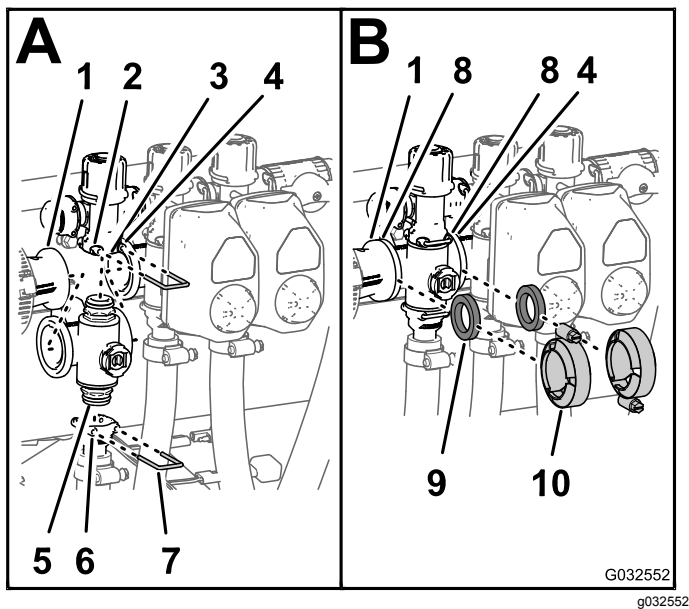

Bild 110
1. Setzen Sie das obere Endkappen-Anschlussstück des Verteilerventils in das Anschlussstück des Sicherheitsventils ein (A in Bild 110).
2. Stecken Sie einen Halter in die Buchse des Anschlussstückes des Sicherheitsventils, um das Endkappen-Anschlussstück am Anschlussstück des Sicherheitsventils zu befestigen (A in Bild 110).
3. Montieren Sie das Auslaufanschlussstück am unteren Endkappen-Anschlussstück des Verteilerventils (A in Bild 110).
4. Stecken Sie einen Halter in den Sockel des Auslaufanschlussstückes, um das Endkappen-Anschlussstück am Auslaufanschlussstück zu befestigen (A in Bild 110).
5. Fluchten Sie eine Dichtung zwischen den Flanschen der Reduzierkupplung und dem Abschnittventilverteiler aus (B in Bild 110).
6. Montieren Sie die Reduzierkupplung, die Dichtung und den Abschnittventilverteiler mit einer Klemme und ziehen sie mit der Hand an (B in Bild 110).
danebenliegenden Abschnittventilverteiler aus (B in Bild 110).
8. Montieren Sie die zwei danebenliegenden Abschnittventilverteiler und eine Dichtung mit einer Klemme und ziehen sie mit der Hand an (B in Bild 110).